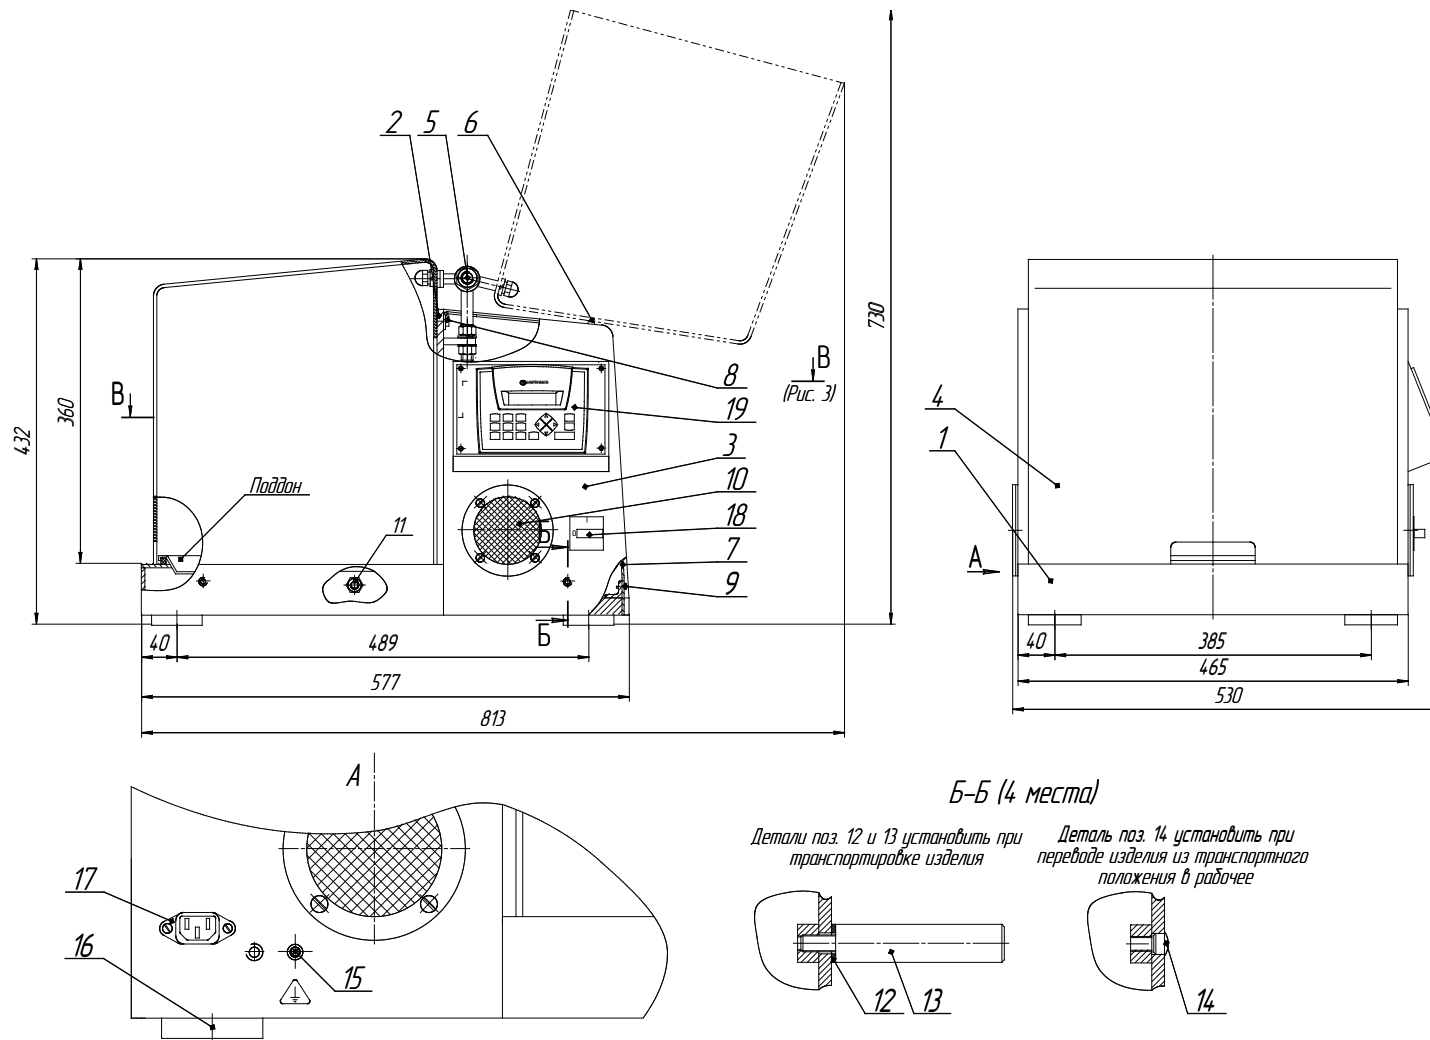

Рис. 2 Смеситель С 2.0
б) выверните 4 ручки 13 с шайбами 14 (Рис. 2), в освободившиеся резьбовые отверстия (Рис. 2) вставьте 4 заглушки 14;
Включите систему поворотом выключателя 18 (Рис. 2) в положение "Г", при этом на информационном табло в течении нескольких секунд высветится надпись \*ВИБРОТЕХНИК\*.
2.5.3 Удалите заглушки 14 (Рис. 2), в освободившиеся отверстия вверните через фторопластовые шайбы 12 ручки 13;